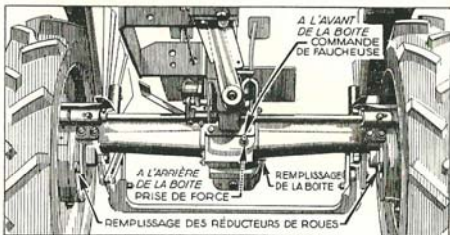

Fig. 12
- Enlevez les bouchons de remplissage de la boîte de vitesses et des réducteurs de roues et complétez les niveaux avec de l'huile de boîte de vitesses (Fig. 12). Ne jamais démonter le bouchon fixé sur la face symétrique à celle du bouchon de remplissage. Cette opération doit être effectuée le tracteur chaud. Réglez les freins (par votre concessionnaire).
- Vidangez et graissez avec de l'huile pour boîte de vitesses les deux bouchons de remplissage des réducteurs de roues (Fig. 12).